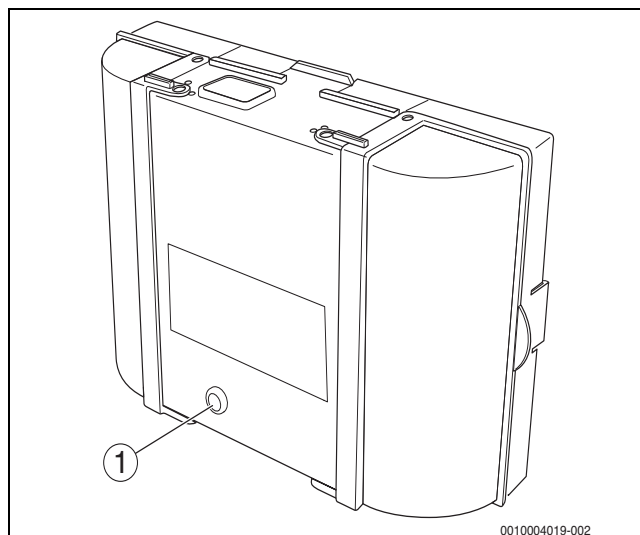

Bild 50 Störungen am Feuerungsautomaten zurücksetzen
- Taste „Entstören“ am Feuerungsautomaten drücken (→ Bild 50).